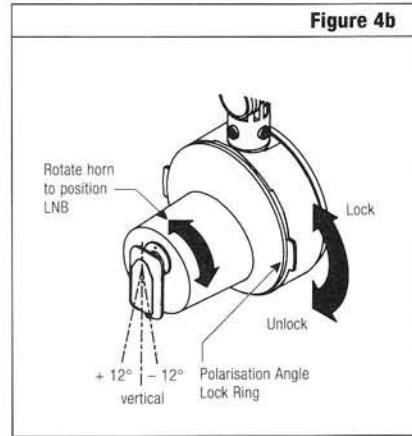
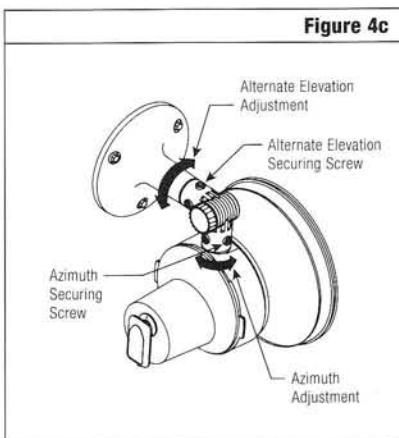

Figure 4b
Figure 4c
When making the fine adjustment of the antenna with the signal strength meter, the basic setting of the angle of polarisation should also be optimised at the same time by turning the antenna to the best position in the transmission axis. For this purpose, the polarisation angle lock ring (see Fig. 4b) should be released in an anti-clockwise direction, thus loosening the grey, ring-shaped retaining strip round the antenna. The antenna becomes rotatable, provided it is simultaneously pushed forward. As soon as the optimum position has been found, the retaining strip is fixed again with the polarisation angle lock ring.
**Step 2:** With the LNB in a vertical position, **figure 4b**, set the azimuth angle by loosening the azimuth securing screw and rotating the antenna as shown in **figure 4c** to obtain best reception. Tighten the azimuth securing screw.
**Step 3:** Set the polarisation angle by rotating the antenna about the beam axis as shown in **figure 4b** to maximize reception. *Note:* The proper orientation of the LNB is generally plus or minus 12 degrees from the vertical position as shown in **figure 4b**. Lock the polarisation angle by rotating the locking ring as shown in **figure 4b**.
For installations where the antenna assembly cannot be mounted on a south facing wall, follow this procedure: Remove azimuth securing screw (**CAUTION: fully support the antenna assembly before removal of screw**), then rotate the assembly 90 degrees to face procedure (Step 1) will now NOT be correct. It will be necessary to rotate the antenna elbow assembly relative to the base as shown in **figure 4c** to achieve the proper elevation angle. After adjustment is complete, tighten the alternate elevation securing screw. Follow steps 2, 3 and 4 for all other adjustments.
Lors du réglage fin de l'antenne au moyen de l'instrument de mesure de niveau, la position de base de l'angle de polarisation doit également être réglée en même temps de manière optimale, en faisant pivoter l'antenne en position idéale dans l'axe de diffusion. Pour ce faire, desserrez le levier d'arrêt (voir figure 4b) dans le sens inverse des aiguilles d'une montre, en relâchant ainsi le collier de maintien gris qui entoure l'antenne. Vous pouvez faire pivoter l'antenne si vous la poussez en même temps vers l'avant. Dès que vous avez trouvé la position optimale, refitez le collier de maintien à l'aide du levier d'arrêt.
**Etape 3:** Réglez l'angle de polarisation, en faisant pivoter l'antenne autour de l'axe de lobe, comme l'indique la **figure 4b**. Remarque: ce réglage étant terminé, l'orientation du LNB devrait être comme illustré à la **figure 4b**. Verrouillez ensuite l'angle de polarisation en faisant tourner la bague de verrouillage, comme le montre la **figure 4b**.
Si l'antenne n'a pu être montée sur un mur exposé au sud, le réglage de l'angle d'élévation ne sera pas correct. Dans ce cas, il faut faire pivoter l'articulation de l'antenne par rapport au trépied (voir **figure 4c**) pour obtenir l'angle d'élévation approprié. Pour tous les autres réglages, suivez les étapes 2, 3 et 4.